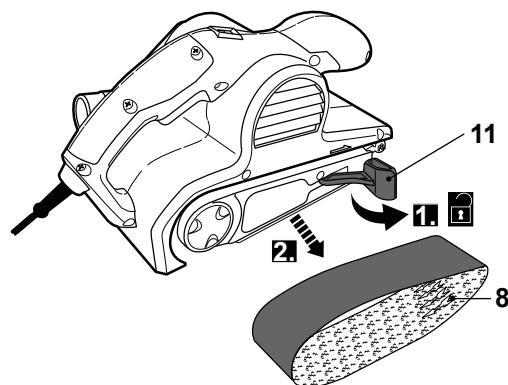

Fig. 6
- > Tire de la palanca de sujeción (11) totalmente hacia afuera y retire la banda lijadora (8) (Fig. 6).
- > Coloque una nueva banda lijadora (8) según sea necesario.